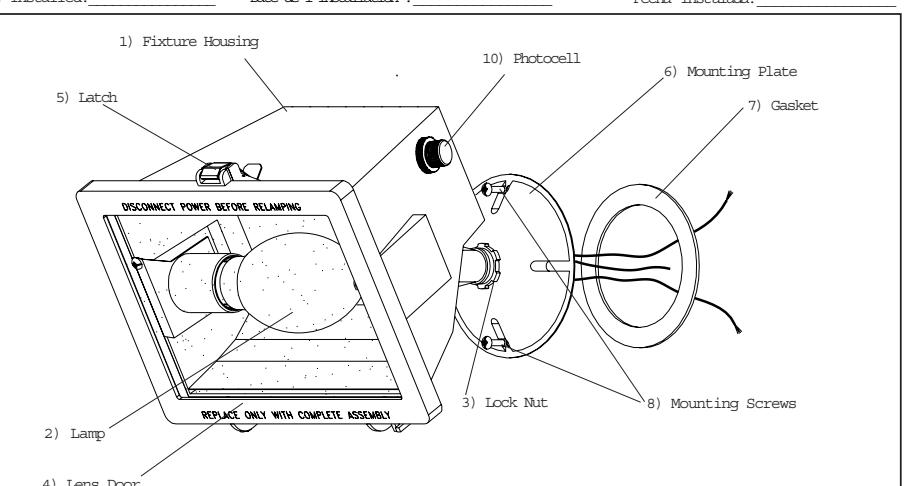

Figure 1
- Retirer les composants de l'appareil et l'emballage des pièces. S'assurer que toutes les pièces sont incluses. Voir la fig. 1.
1. Remove fixture components and parts pack. Check that all parts are included. See Fig. 1.
1. Remueva los componentes del luminario y el paquete de piezas. Verifique que todas las piezas están incluidas. Vea Fig. 1.